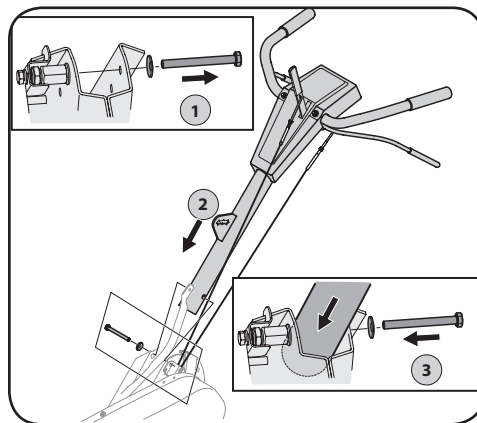

Figure 3-3
4. Retirez le boulon et la rondelle du côté droit du châssis. Retenez le support du guide-câble du côté gauche du châssis, sinon il tombera lorsque vous retirez le boulon. Voir Figure 3-3 (1).
5. Placez la colonne de la poignée dans le châssis comme illustré. Voir Figure 3-3 (2).
6. Glissez le boulon dans la rondelle, dans le châssis, dans la poignée et dans le support du guide-câble. Prenez note que l'encoche sur le support du guide-câble dépasse la bride du châssis. Voir Figure 3-3 (3).